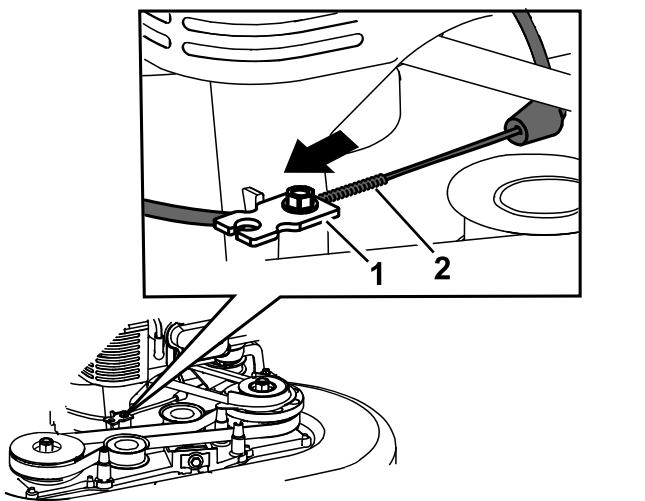

Figura 44
6. Tire de la cubierta del cable para eliminar la holgura (**Figura 44**)